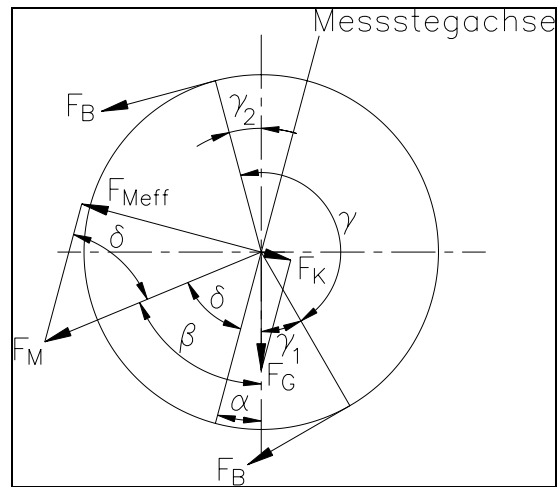

Bild 11: Kräfte am Messlager C431011d
- F_{Kalib} angehängte Kalibrierkraft [N] (siehe Bild 11)